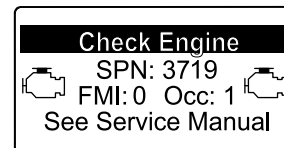

Figura 41
- Se è necessaria una rigenerazione di recupero, viene visualizzata un'avvertenza motore nell'InfoCenter SPN 3719, FMI 16 (Figura 41) e il computer riduce la potenza del motore all'85%.